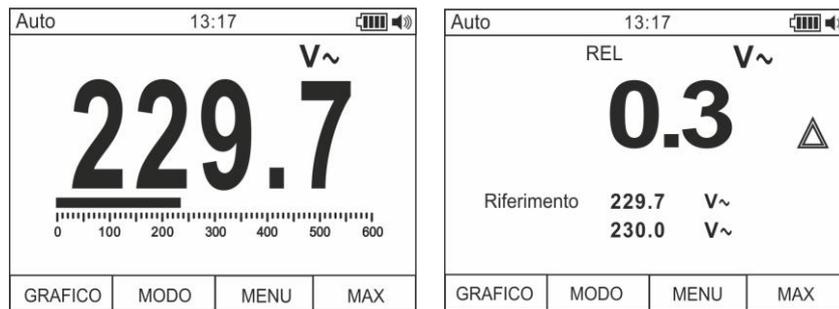

Fig. 5: Medida relativa
1. Mantenga pulsada la tecla **HOLD/REL** para entrar en la medida relativa (vea Fig. 5 – parte derecha). El mensaje “REL” y el símbolo “ Δ ” aparecen en pantalla